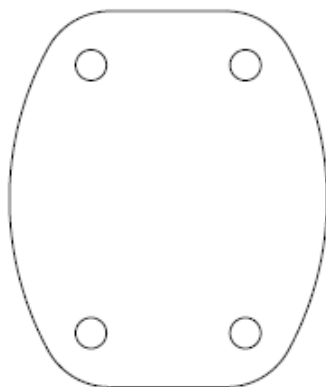

図 2-9 テンプレートの取り付け
1. 図 2-9 に示すように、ドリルテンプレートに従って壁にネジ穴を通します。